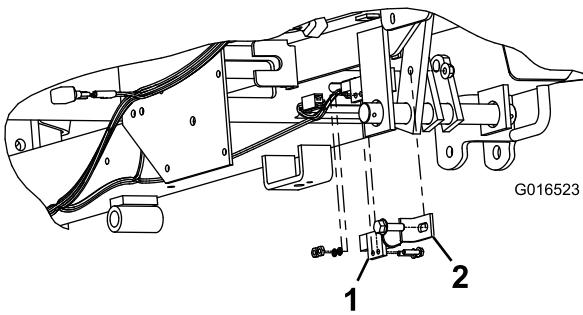

Figure 3
- Posez le support du contacteur de feu stop sur le cadre de la machine (Figure 3).
- Fixez le contacteur de feu stop au support avec 2 vis, 2 rondelles et 2 écrous hexagonaux sur la machine (Figure 3).